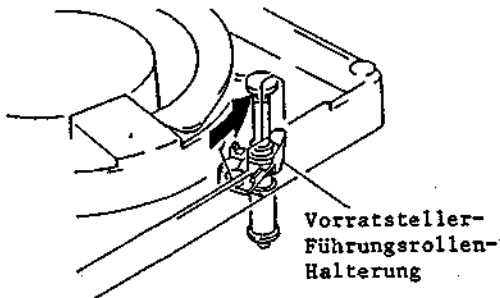

Abb. 2-91 Ausbau der Vorratsteller-Führungsrollen-Halterung
6. Die Vorratsteller-Führungsrollen-Halterung in Pfeilrichtung abnehmen (siehe Abb. 2-91).